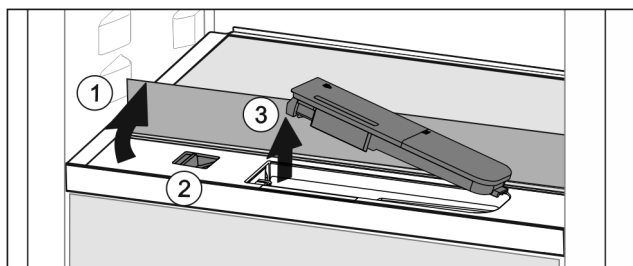

Fig. 49
- ▶ 抬起玻璃隔板，将其向后翻转至止挡 Fig. 49 (1)。
- ▶ 向左推滑块 Fig. 49 (2)。
- ▶ 取出水箱 Fig. 49 (3)。